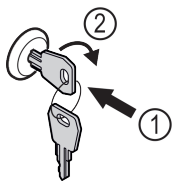

Fig. 44
- ▶ Вставьте ключ Fig. 44 (1).
- ▶ Поверните ключ на 90° по часовой стрелке Fig. 44 (2).